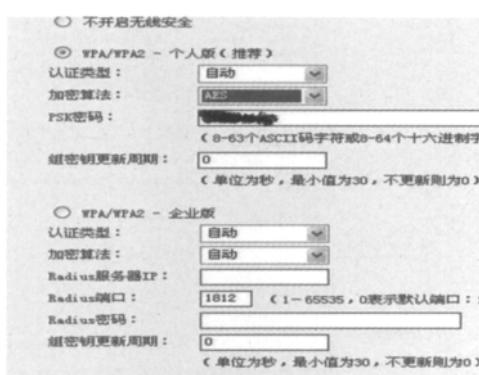

图 6
(3) 无线安全设置：为了网络的安全必要，最好设置密匙(见图6)。